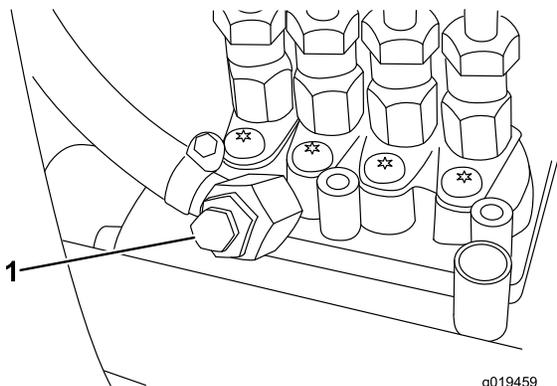

Figure 36
- Desserrez la vis de purge sur la pompe d'injection (Figure 36).